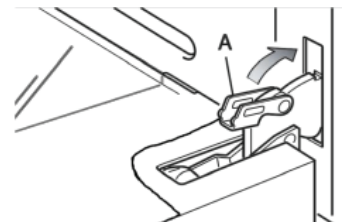

Fig. 27
- Otwórz całkowicie drzwiczki piekarnika i zamknij zatrzaski A na lewym i prawym zawiasie (Rysunek 27).